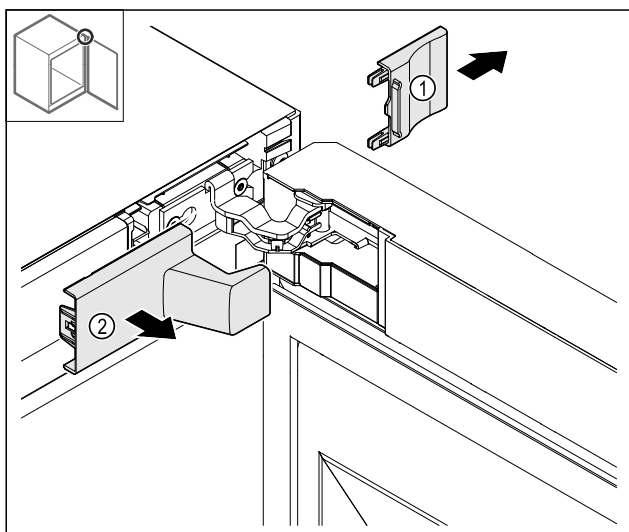

Fig. 13
- ▶ Odstráňte kryt Fig. 13 (1) a potom Fig. 13 (2).